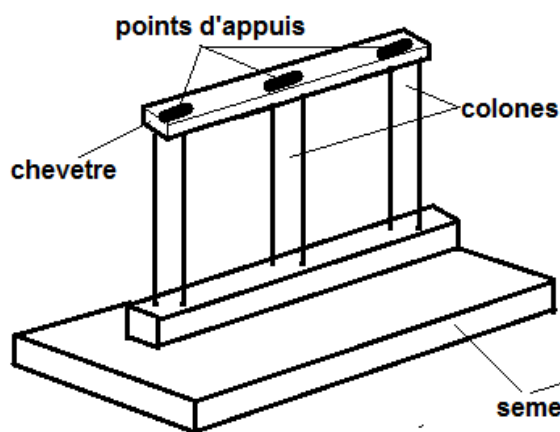

figure 2
- Des colonnes (section tubulaire) ou poteaux de section rectangulaire – éléments courts de faible section -, chaque élément comporte un seul point d'appui ou bien des éléments qui sont reliés en tête par une chevette sur lequel repose les points d'appuis du tablier (**figure 2**).